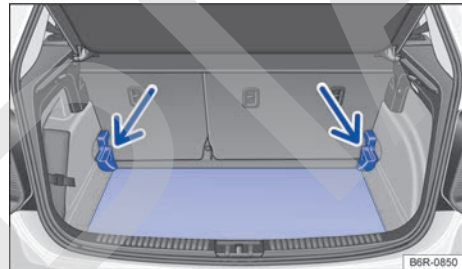

Fig. 132 En el maletero: situar el piso del maletero en una posición inferior.
- Tire del piso del maletero hacia arriba y hacia atrás y desplácelo por debajo de las guías → fig. 132 (flechas).